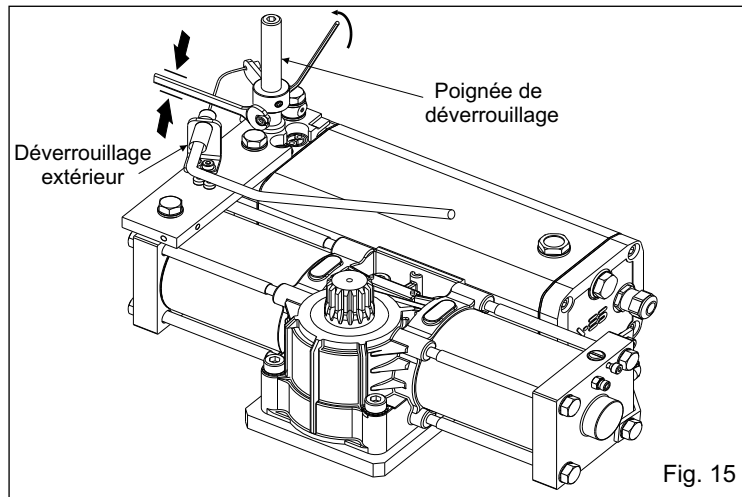

Fig. 15
4.1. Avant de positionner l'opérateur dans la caisse portante, installer la poignée de déverrouillage (Fig. 15).
-Puisqu'il s'agit d'une manœuvre d'urgence, le déverrouillage extérieur sert seulement de déverrouillage, **pour rebloquer l'opérateur il faut toujours intervenir sur le déverrouillage intérieur.**(Fig.15) ▲